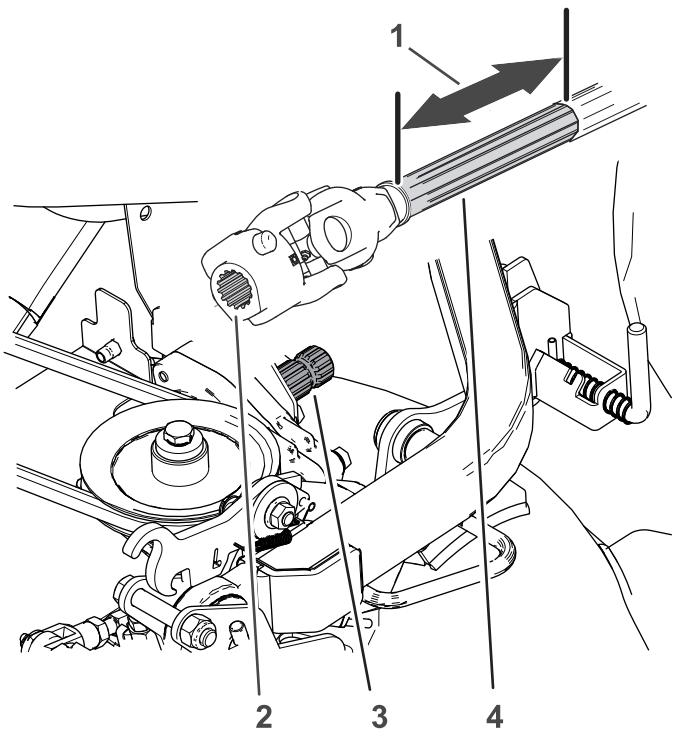

Figura 48
- Puxe a metade dianteira do veio da transmissão (Figura 48) para a frente cerca de 25 cm.
- Limpe as estriadas do veio da caixa de velocidades e as estriadas do veio de transmissão (Figura 48).
- Limpe a superfície deslizante do veio da transmissão para a frente (Figura 48).
- Aplique composto antigripagem nas estriadas do veio da caixa de velocidades e do acoplamento da junta em U (Figura 48).
- Aplique composto antigripagem na superfície deslizante do veio da transmissão para a frente (Figura 48).